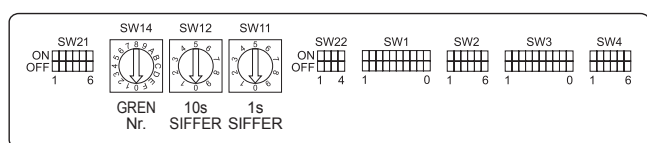

Fig. 4-9
4.5. Innstilling av adresser (Fig. 4-9)